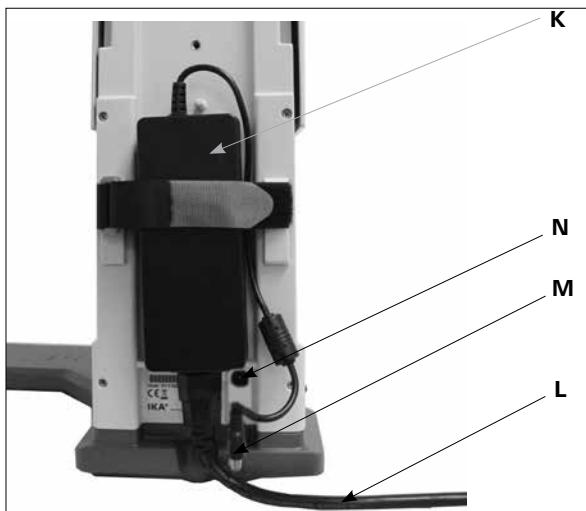

Fig. 9
### 3.) Befestigen des Schaltnetzteiles. (Fig. 9)
- Verbinden Sie den Niederspannungsstecker (**M**) mit der Anschlußbuchse (**N**). (Fig. 9)